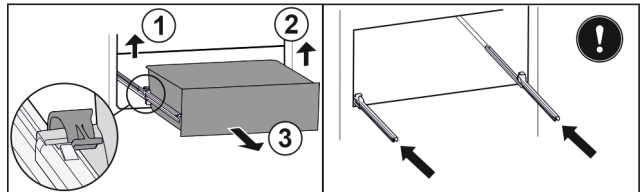

Fig. 186
- ▶ Soulever la bride gauche et tirer dans le même temps la partie gauche du tiroir vers l'avant. *Fig. 186 (1)*
- ▶ Soulever la bride droite et tirer dans le même temps la partie droite du tiroir vers l'avant. *Fig. 186 (2)*
- ▶ Retirer le tiroir par l'avant. *Fig. 186 (3)*